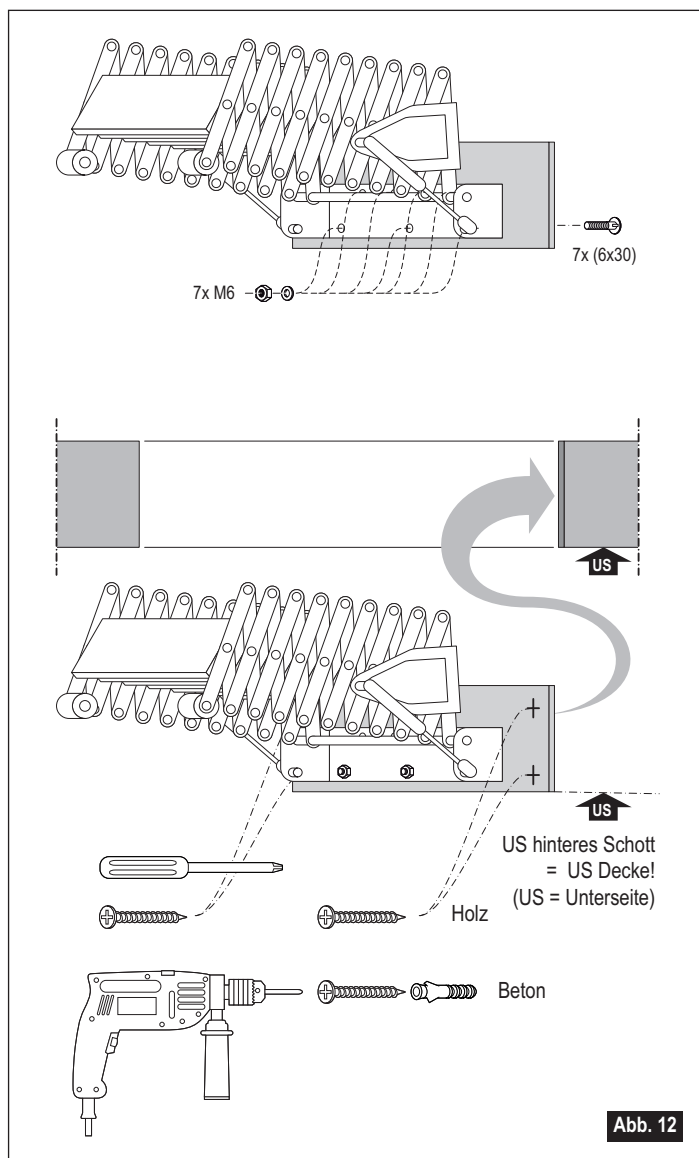

Abb. 12
- Montieren Sie das maßgefertigte, im Lieferumfang enthaltene Schott an der Rückseite der Scherentreppe; verwenden Sie dazu die 7 mitgelieferten Schraubenbolzen 6 x 30 mm und die Muttern M6 (Abb. 12).
Unterseite hinteres Schott = Unterseite der Decke! (Abb. 12)